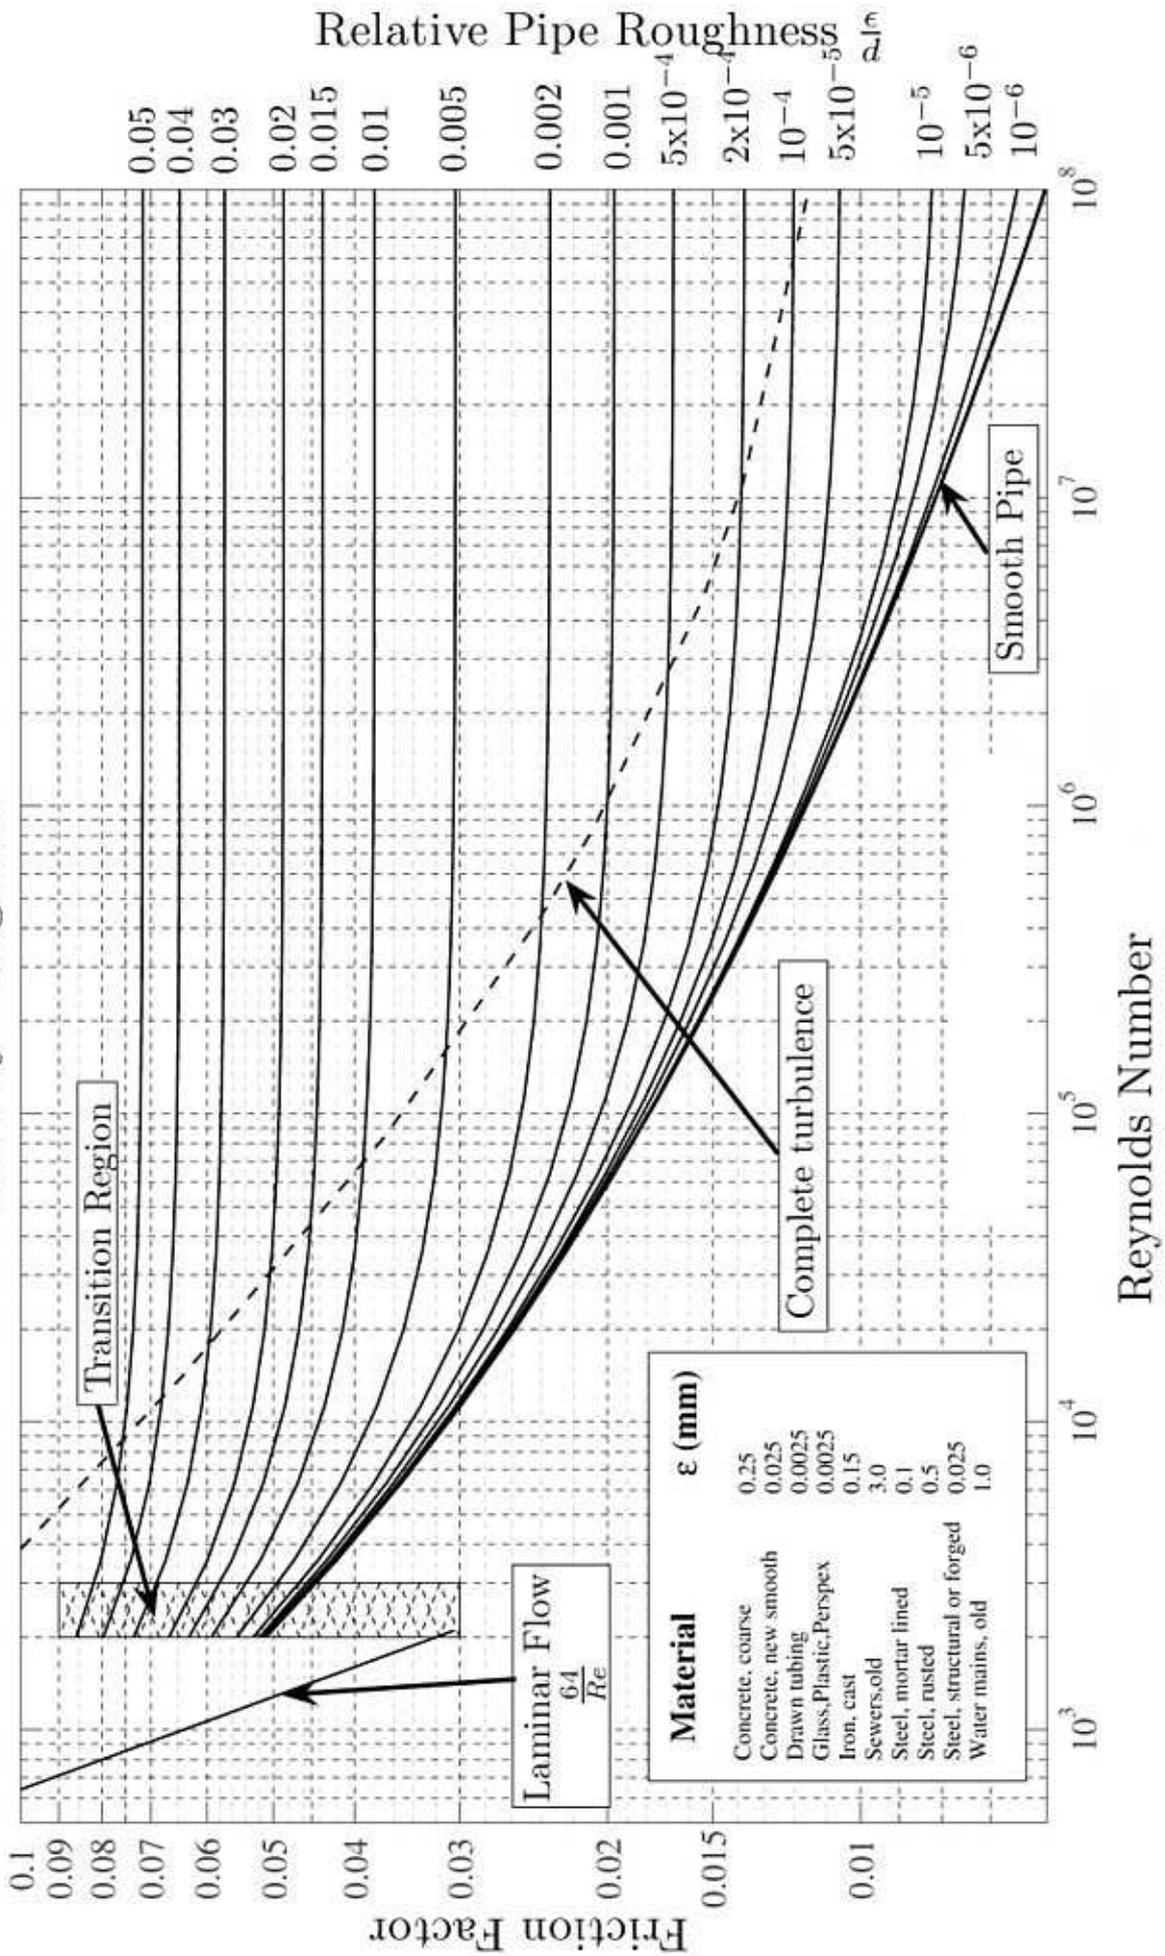

FIG. 1 - Diagramme de Moody
4) A partir du diagramme de Moody FIG. 1 et du précédent nombre de Reynolds, estimez le coefficient de perte de charge régulière λ (vous préciserez vos tracés sur le diagramme) et recalculez numériquement la vitesse v , le nombre de Reynolds \mathcal{R} , la hauteur h du jet d'eau et le débit volumique circulant dans la tuyauterie. [2]